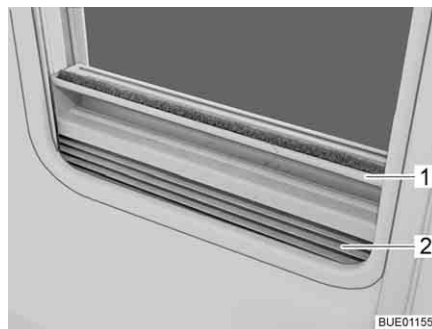

Bild 33 Plisségardin
- Stänga:** ■ Ta tag i mitten på plisségardinens (Bild 33,2) list (Bild 33,1) och drag den nerifån och upp och släpp loss den vid önskad höjd. Plisségardinerna stannar på denna höjd.